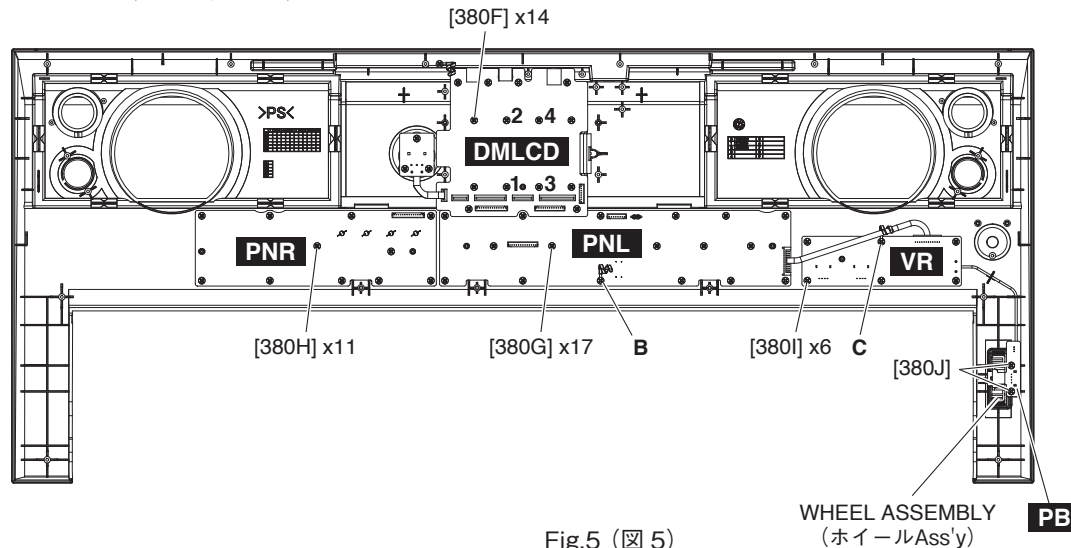

Fig.5 (図 5)
- 8-3 Remove the fourteen (14) screws marked [380F]. The DMLCD circuit board can then be removed. (Fig.5)
- * *When installing the DMLCD circuit board, tighten the screws 1 through 4 in numerical order. (Fig.5)*
- 8-3 [380F] のネジ 14 本を外して、DMLCD シートを外します。(図 5)
- ※ **DMLCD シートを取り付けるときは、1 から 4 の順でネジを締めてください。(図 5)**
- 10-3 Remove the seventeen (17) screws marked [380G]. The PNL circuit board can then be removed. (Fig.5)
* *As for the screw marked [380G] at the location of "B", it is tightened together with a wire clip. (Fig.5)*
- 10-3 [380G] のネジ 17 本を外して、PNL シートを外します。(図 5)
※ “B” の位置の [380G] のネジ 1 本は、束線止めと共締めされています。(図 5)
- 11-3 Remove the eleven (11) screws marked [380H]. The PNR circuit board can then be removed. (Fig.5)
- 12-4 Remove the six (6) screws marked [380I] and two (2) screws marked [380J]. The VR,PB circuit board can then be removed with the wheel assembly attached. (Fig.5)
- * *As for the screw marked [380I] at the location of "C", it is tightened together with a wire clip. (Fig.5)*
- 11-3 [380H] のネジ 11 本を外して、PNR シートを外します。(図 5)
- 12-4 [380I] のネジ 6 本と [380J] のネジ 2 本を外して、ホイール Ass'y が付いた状態で VR,PB シートを外します。(図 5)
- ※ “C” の位置の [380I] のネジ 1 本は、束線止めと共締めされています。(図 5)